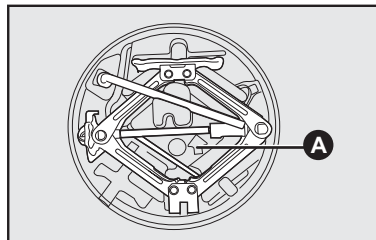

fig. 12
- 14) Colocar o macaco no suporte das ferramentas **fig. 12**, encaixando de modo a evitar vibrações, ou que se solte durante a marcha;
- 16) Colocar o suporte das ferramentas e o triângulo de segurança nos locais apropriados. O porta-ferramentas deve ser colocado com a seta **A-fig. 12**,